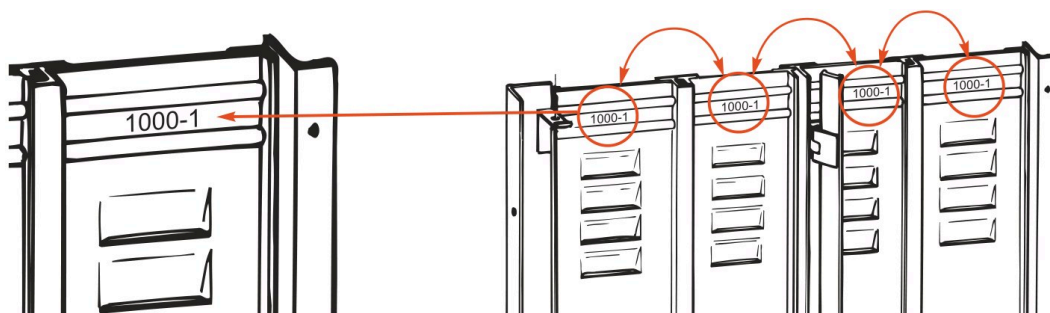

Figure 1 — Le marquage d'une persienne en fer : le même numéro sur tous les vantaux d'une persienne
- **Persienne en fer** : le marquage est placé entre les deux raidisseurs du haut du vantail. Il se compose des 4 derniers chiffres du numéro de commande et du repère de la persienne (sur le dessin : « 1000-1 », figure 1).